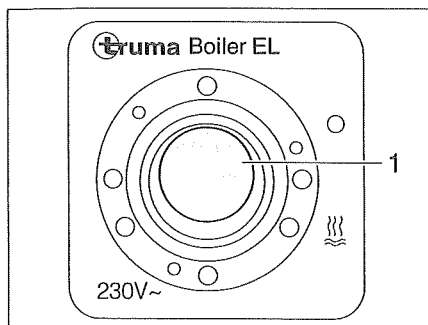

Bild 119 Vippknapp för Truma varmvattenberedare (230 V-eldrift)
- Slå på vippknappen (Bild 119,1). Kontrollampan på brytaren lyser. Vattnet i varmvattenberedaren värms upp till 65 °C.
- Ställ vippknappen (Bild 119,1) i läge "O". Kontrollampan på brytaren slocknar.
- Ställ, på kontrollenheten (Bild 118), vridströmställaren (Bild 118,3) på "O" (Bild 118,4) eller ställ vippknappen (Bild 119,1) på "O".